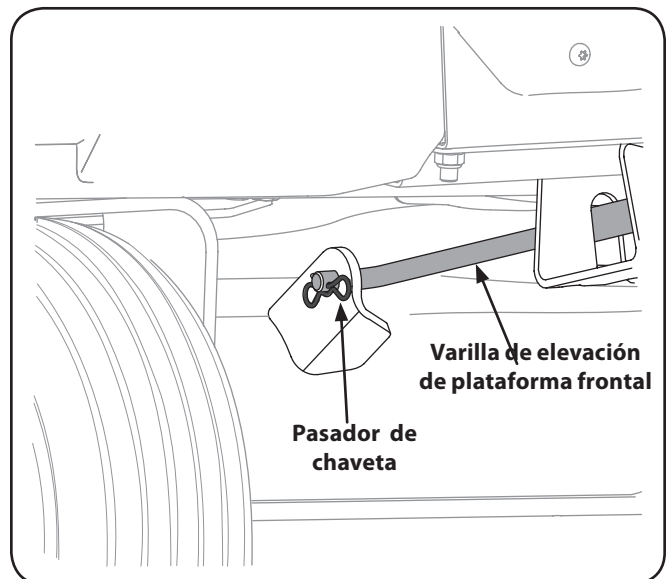

Figura 7-5
7. Tire del pasador de chaveta hacia afuera de la varilla de elevación delantera de la plataforma que la sujeta a la plataforma. Consulte la Figura 7-5. Deslice la varilla de elevación de la plataforma fuera de la ménsula de suspensión frontal.